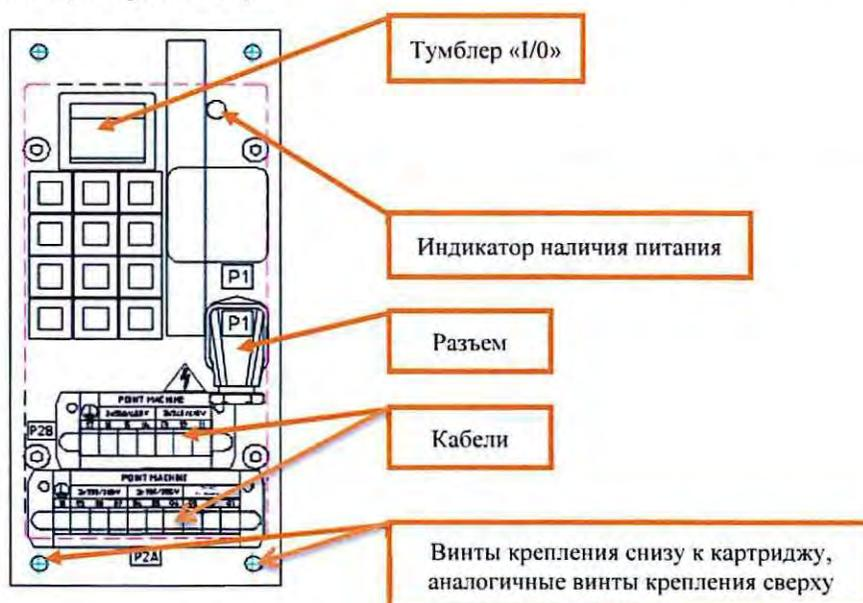

Рисунок 16. Отключение питания и крепление на PSU-321.
7.6.3 Отключить питание на лицевой панели источника питания путем нажатия тумблера «I/O», должен погаснуть красный индикатор наличия питания (Рисунок 16).
7.6.5 Отсоединить от источника питания разъем с кабелем «P1» при помощи замка-защелки, отсоединить все подключенные к источнику питания кабели из посадочных мест (Рисунок 16), руководствуясь рабочей документацией.
7.6.6 Отвернуть винты крепления источника питания к картриджу с помощью отвертки «звездочка» и извлечь заменяемый источник питания (Рисунок 16).
7.6.7 Установить новый источник питания, завернуть болты крепления источника питания к картриджу, подключить отключенный разъем «P1» с помощью замка-защелки и кабели (Рисунок 16), руководствуясь рабочей документацией.
7.6.9 Включить питание на лицевой панели источника питания путем нажатия тумблера «I/O», должен загореться красный индикатор наличия питания (Рисунок 16).